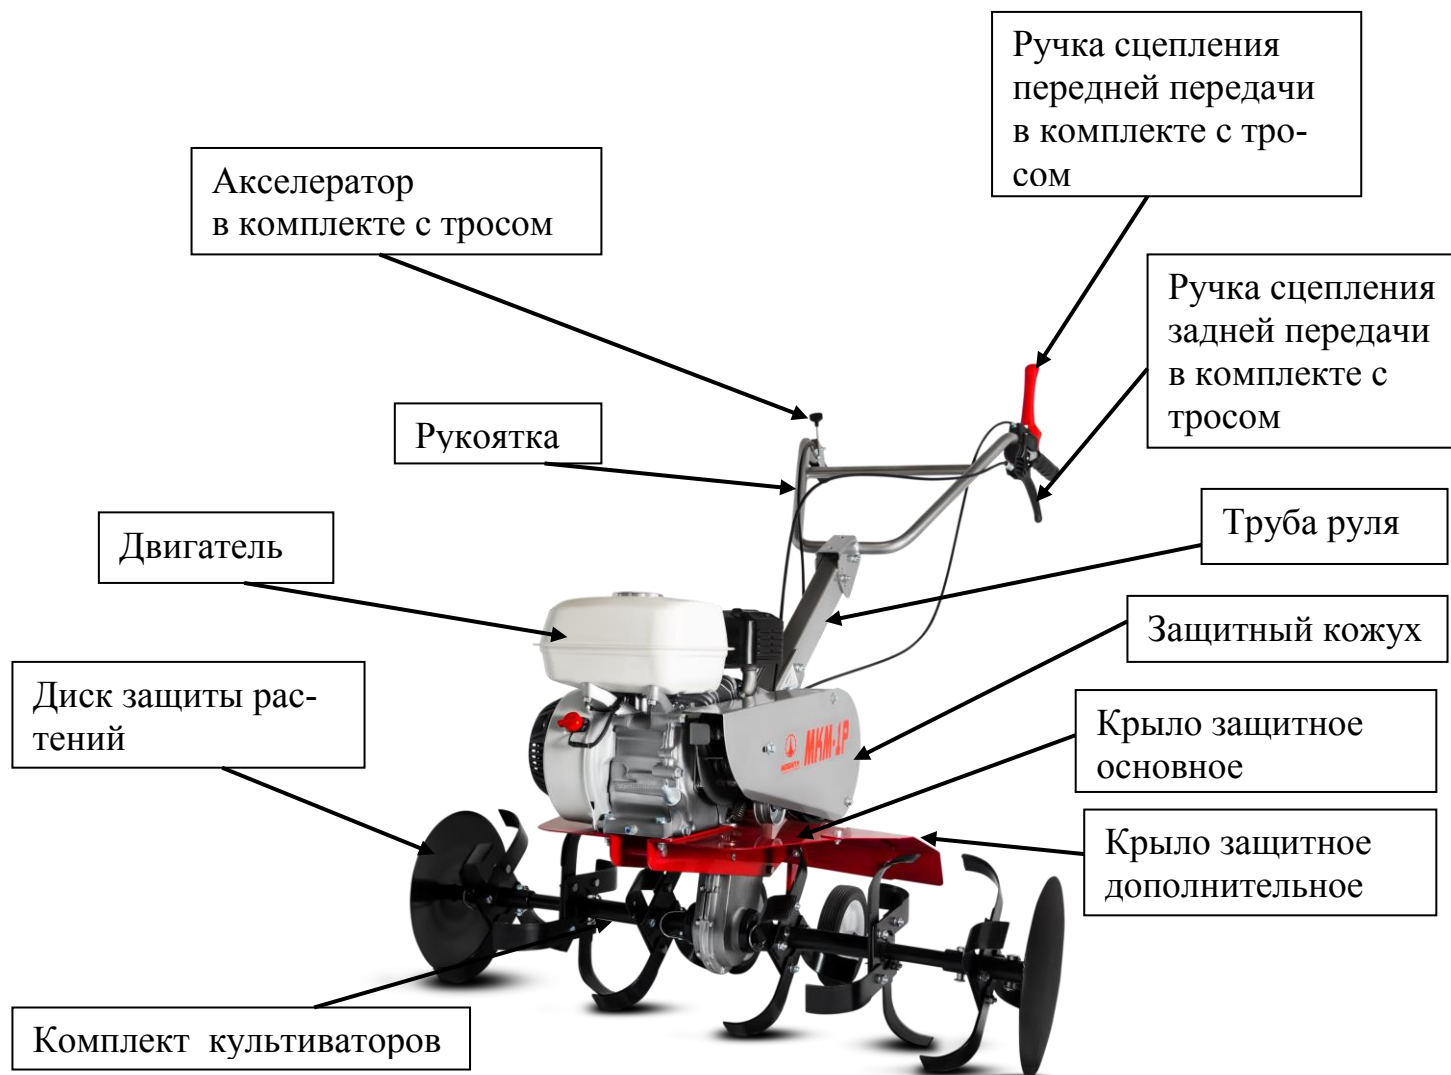
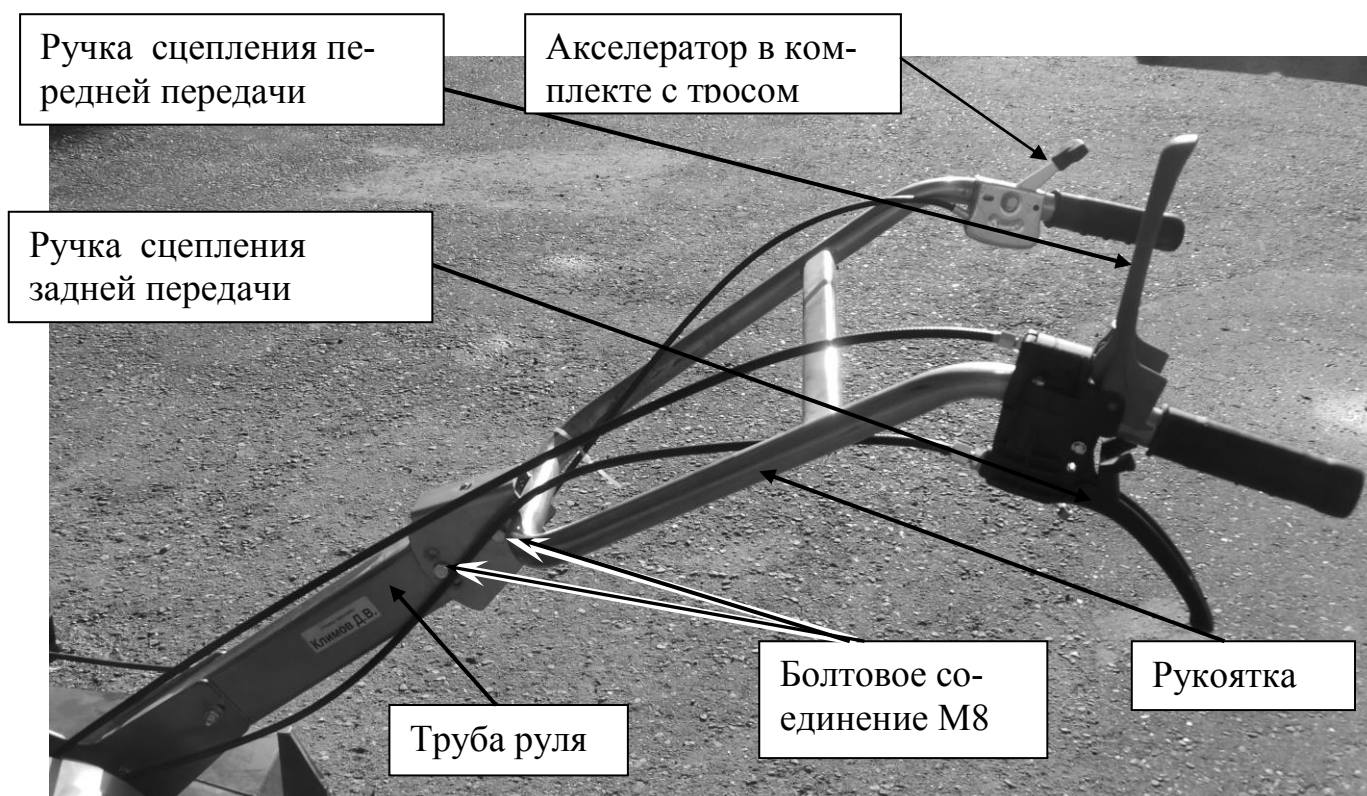

Рис.1 Мотокультиватор МКМ-1Р
Рис.7 Руль в сборе – схема сборки и регулировки.
Мотокультиватор МКМ-1Р состоит из следующих основных частей: двигателя, редуктора, руля, рамы, прицепной сошника, комплекта культиваторов, сошника с опорными колесами, акселератора в комплекте с тросом (ручка газа), ручек сцепления в комплекте с тросами, защитного кожуха, защитных крыльев (основного и дополнительного) Рис.1, Рис.2, Рис.3.
Акселератор в комплекте с тросом (ручка газа) служит для регулировки оборотов двигателя Рис.1, Рис.9.
Ручки сцепления в комплекте с тросами служат для натяжения клиновых ремней передней или задней передачи для начала движения и остановки мотокультиватора. При нахождении ручки сцепления передней передачи (передний ход) в верхнем положении - МКМ-1Р остановлен, сцепление выключено, при нахождении ручки сцепления в нижнем положении - сцепление включено и мотокультиватор движется. При нахождении ручки сцепления задней передачи (задний ход) в верхнем положении МКМ-1Р движется назад, сцепление включено, при нахождении ручки сцепления в нижнем положении - сцепление выключено и мотокультиватор остановлен, Рис.1, Рис.7, Рис.8.
Защитный кожух служит для защиты от вращающихся частей клиноременной передачи и обеспечения безопасности, Рис.1.
В конструкции предусмотрены основные и дополнительные защитные крылья, предназначенные для защиты от вращающихся частей культиватора, Рис.1, Рис.5, Рис.13.
Комплект культиваторов предназначен для культивирования (фрезерования) почвы Рис.1, Рис.10, Рис.11.
- 7.3. Установить и собрать руль, Рис.1, Рис.7.
7.11. Проверить натяжение ремней. Для чего снять защитный кожух клинового ремня. Для передней передачи зазор между верхней и нижней ветвями ремня, в натянутом состоянии должен быть 50-60 мм, Рис.6. При необходимости установить контрольный размер 50-60 мм - регулировочным винтом на ручке сцепления Рис.8, предварительно открутив контргайку. Выкручивая винт регулировки троса сцепления зазор между верхней и нижней ветвями уменьшается, закручивая винт регулировки троса сцепления зазор между верхней и нижней ветвями увеличивается. После регулировки контргайку закрутите. В случае пробуксовки ремня задней передачи мотокультиватора произвести натяжение ремня посредством регулировочного винта ручки сцепления задней передачи в той же последовательности, что и для ручки сцепления передней передачи. При невозможности установки контрольного размера регулировочными винтами, регулировку произвести перемещением двигателя по пазам рамы МКМ-1Р, Рис.1, Рис.6.